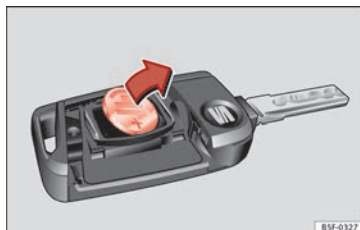

Fig. 133 Chave do veículo: extrair a pilha.
- Extraia a pilha do compartimento com um objeto fino adequado **» Fig. 133.**
- Coloque a pilha nova no compartimento, pressionando-a tal como se mostra **» Fig. 133**, no sentido contrário ao da seta **» ①.**